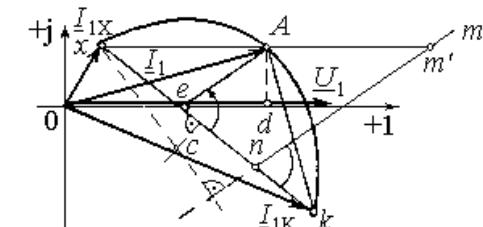

Рис. 8.2
Построенный по этому уравнению на комплексной плоскости годограф вектора тока  $I_1$ , названный круговой диаграммой, используется в данной работе для определения величин  $I_1, I_2, U_2, P_1, S_2$  в режиме активной или емкостной нагрузки. Пример круговой диаграммы приведен на рис. 8.2.
5. Проводится линия переменного параметра  $\overline{nm}$  под углом  $\delta = \phi_{2K} - \phi_H$  к хорде  $\overline{xk}$  (на рис. 8.2 угол  $\delta > 0$ ).